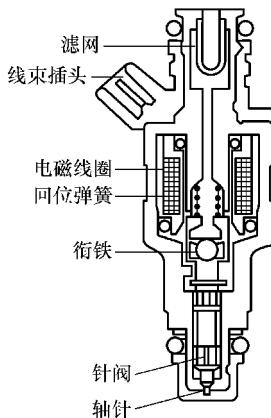

图5-16 喷油器的结构
(1) 功用 喷油器的功用是根据ECU提供的信号,控制喷油时间或喷油量。
(2) 结构和工作原理 如图5-16所示,喷油器主要由滤网、线束插头、电磁线圈、回位弹簧、衔铁和针阀等组成,针阀与衔铁制成一体。